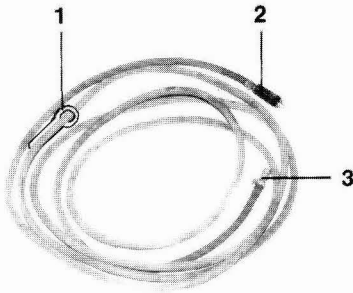

Bild 15 Brennstoffschlauchleitung, lang
- Brennstoffschlauchleitung, lang (Bild 15)
Die Brennstoffschlauchleitung (Bild 15) ist zwischen Adapterausstattung und Regler eingebaut. Sie ist mit dem Mutterteil der Schnelltrennkupplung (15/3) und mit einem Schlauchanschluß mit Überwurfmutter (15/2) sowie einem unverlierbaren Schlüssel (15/1) bestückt.